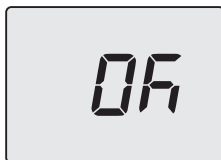

Figura 5.38
- Premendo il tasto 18 (Figura 5.32) si ottiene la conferma del valore inserito. Il display visualizzerà per 5 sec. quanto segue (Figura 5.38) poi, si porterà al livello superiore.